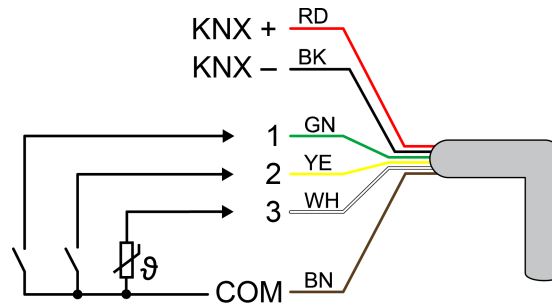

Bild 2: Anschlussbelegung Steuerleitung (Beispiel)
- Bedarfsweise potentialfreie Kontakte oder Betauungs-/Leckagesensoren an Eingänge 1...3, oder NTC-Temperaturfühler an Eingang 3 anschließen (Bild 2).